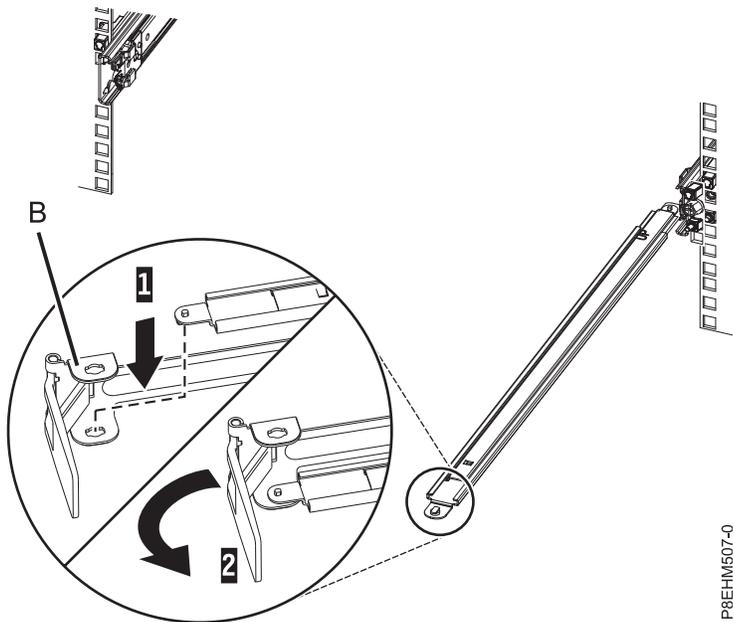

Figura 11. Fijación de la abrazadera de detención de portacables al brazo de soporte
- Localice el orificio de la esquina inferior interna de la abrazadera de detención de portacables en forma de L (**B**). Coloque el extremo que queda libre del brazo de soporte de modo que la lengüeta de bloqueo de la parte inferior de la punta quede alineada con el orificio de la abrazadera. Inserte la pestaña en el orificio **(1)** y haga girar la pieza de sujeción **(2)** para fijarla al brazo de soporte. Para obtener detalles, consulte la Figura 11.